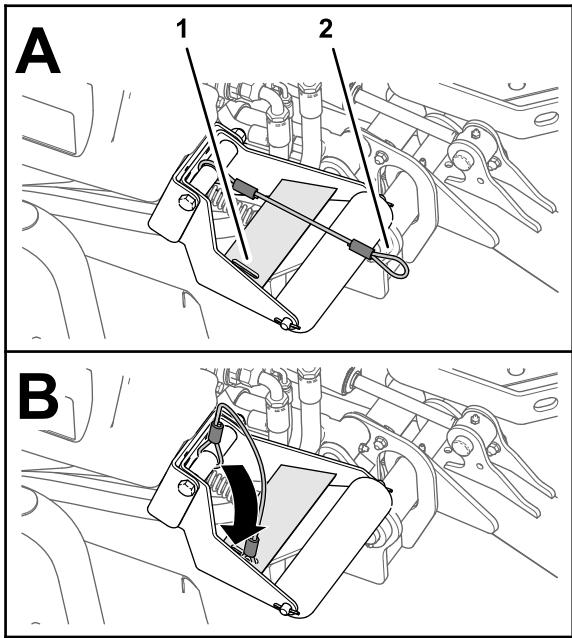

Figura 66
4. Com as unidades de corte baixadas, passe o laço do cordão na ranhura da placa de reforço do suporte do rolo (Figura 66).